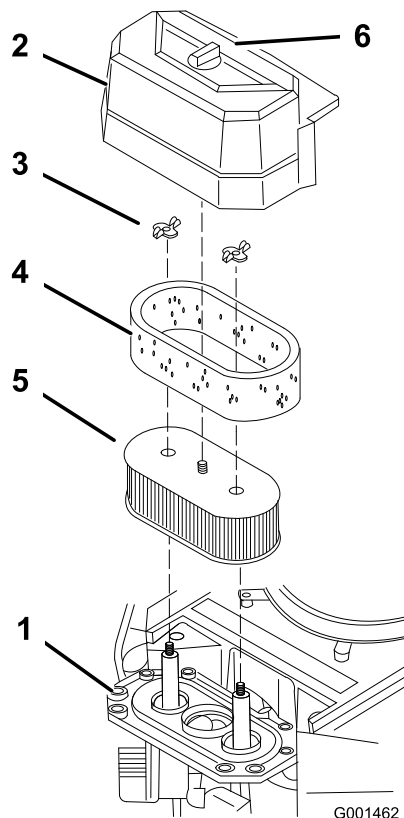

Figure 26
3. Nettoyez la surface autour du filtre à air pour éviter que des impuretés n'endommagent le moteur en tombant à l'intérieur (Figure 26).
4. Dévissez le bouton du couvercle et déposez le couvercle du filtre à air (Figure 26).
5. Dévissez les 2 écrous à oreilles et déposez l'ensemble filtre à air (Figure 26).
6. Sortez délicatement l'élément en mousse de l'élément en papier (Figure 26).
1. Ne nettoyez pas l'élément en papier ; remplacez-le Figure 26.
1. Glissez délicatement l'élément en mousse sur l'élément en papier (Figure 26).
2. Posez l'ensemble filtre à air sur sa base et fixez-le en place avec les 2 écrous à oreilles (Figure 26).
3. Mettez le couvercle du filtre en place et serrez le bouton (Figure 26).